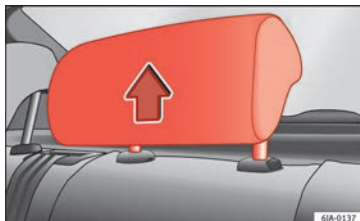

Abb. 75 Kopfstütze in Gebrauchsstellung
- Drei **Gebrauchsstellungen** » Abb. 75. In diesen Positionen verhält sich die Kopfstütze wie eine konventionelle Kopfstütze, und schützt die hinteren Insassen in Verbindung mit dem Sicherheitsgurt.